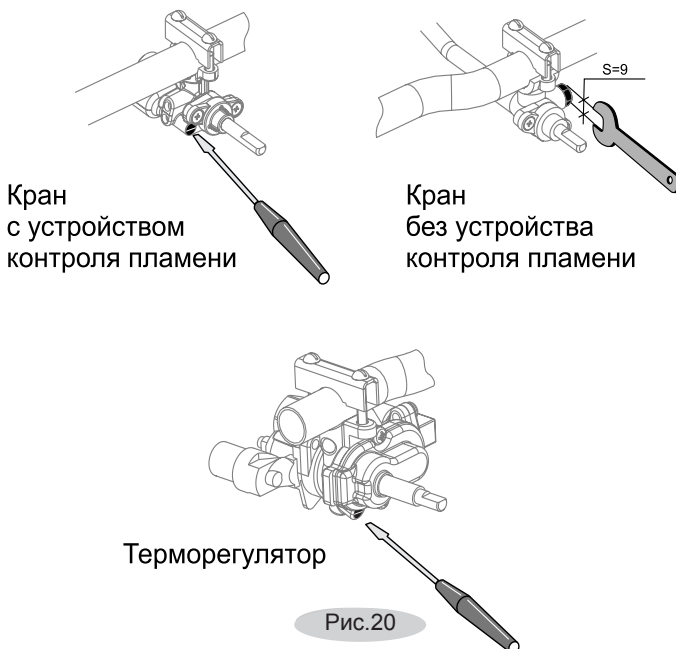

Рис.20
- с помощью рожкового ключа ($S=9$ мм) отвернуть ВМР и заменить, затянув ключом до упора (рис.20).